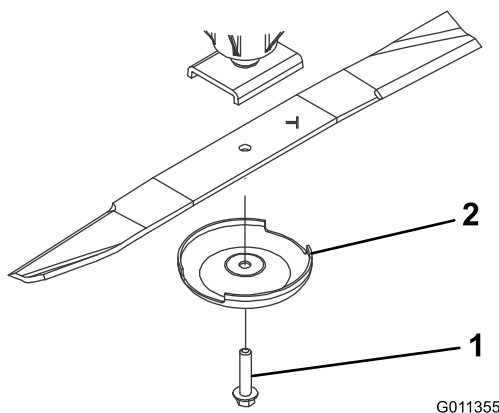

Figura 14
2. Sujete el extremo de la cuchilla usando un paño o un guante grueso. Retire del eje de la cuchilla el perno de la cuchilla, el protector de césped y la cuchilla (Figura 14).
3. Instale la cuchilla, con la vela hacia la plataforma de corte, con el protector de césped y el perno de la cuchilla (Figura 14). Apriete el perno de la cuchilla a 85–110 pies-libra (115–149 N-m).